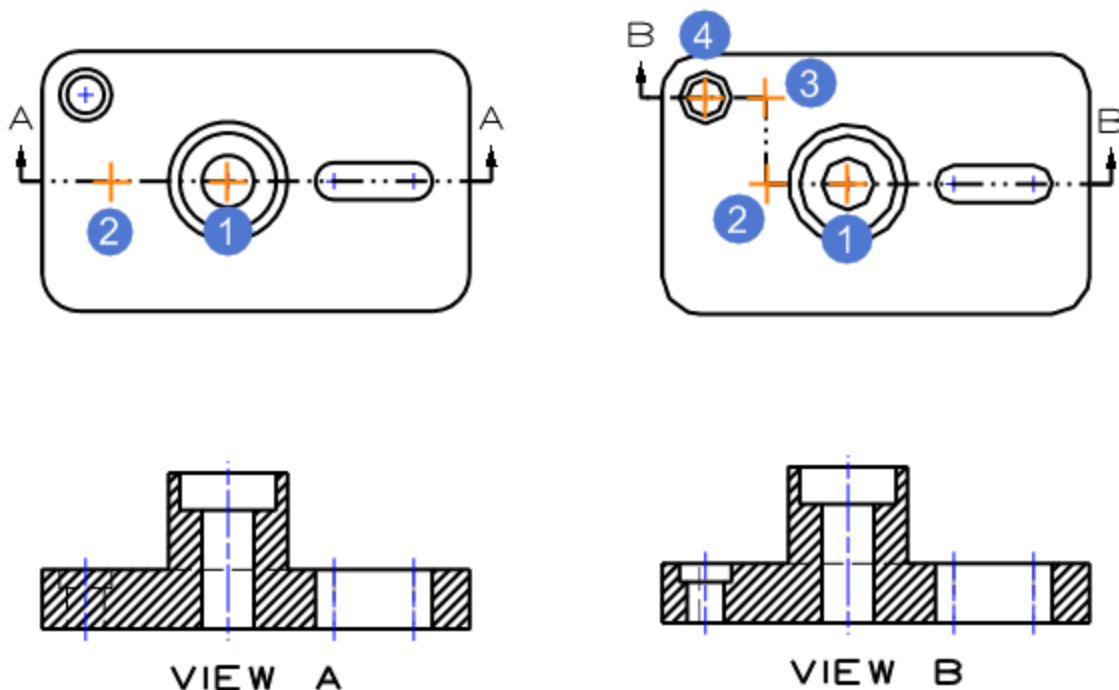

Figura 33 Sección completa y sección escalonada
*Nota:* Si se escogen dos puntos y la línea de corte pasa por completo a través del modelo, se crea la vista de sección completa. Si se escogen más puntos, se creará unaa vista de sección escalonada, como se muestra en la imagen de la derecha de la Figura 33.